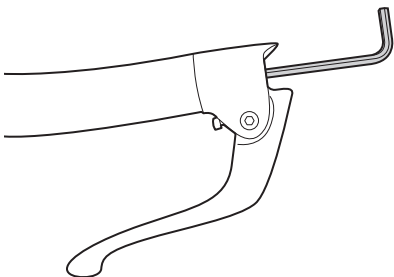

Figura 3. Apriete del tornillo de la cuña de la abrazadera de la maneta
- Introduzca la maneta en el manillar y apriete la abrazadera de la maneta con una llave allen de 4 mm (figura 3, apriete en sentido contrario al de las agujas del reloj).